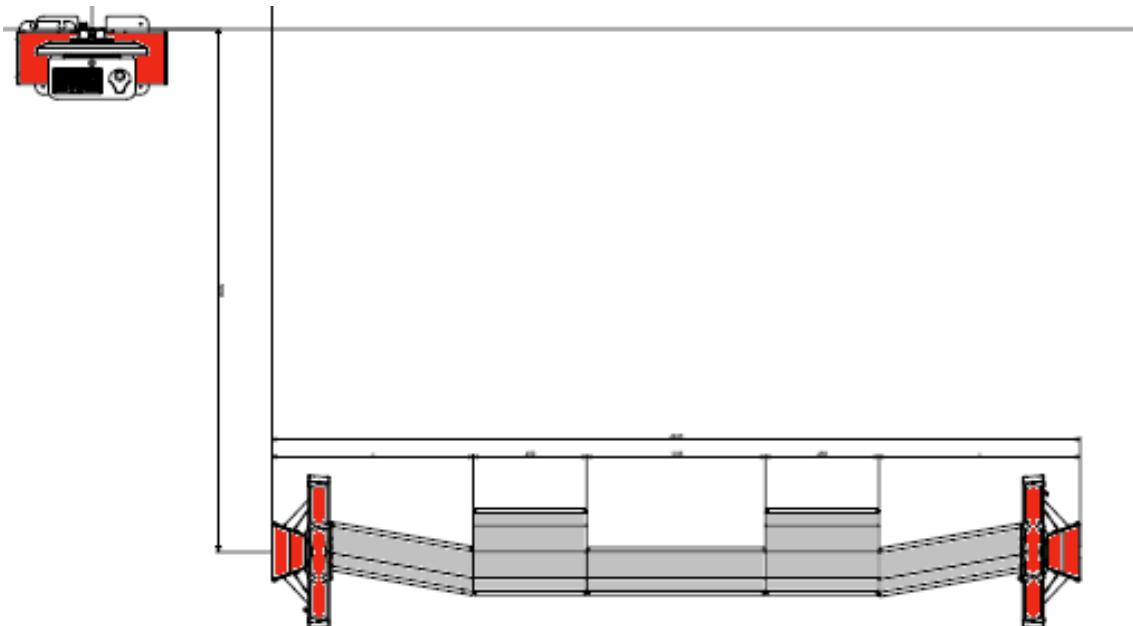

Abbildung 102 – Basiskonfiguration
- Die verschiedenen Messeinheiten, die Zentraleinheit, die Plattformen aus Metall und die Kabelabdeckungen nach den im Layout von Abbildung 102 aufgeführten Angaben und Maßen anordnen.
Die Abbildung 102 zeigt das Layout und die entsprechende Installationsfläche eines kompletten Systems. Demzufolge entspricht der Arbeitsplatz, in dem ein komplettes Pre-Check-System für die Achsvermessung aufgestellt wird, den Maßen $L \times B \times H = 6,50 \times 3,50 \times 2,50 \text{ m}^3$